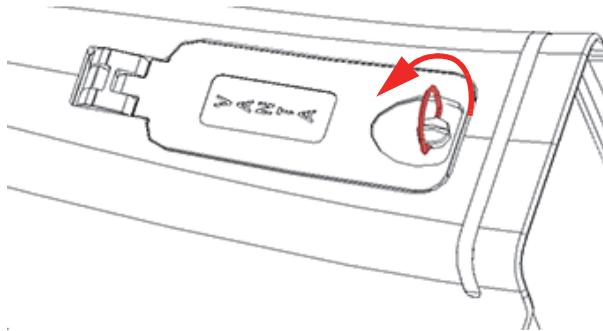

Figura 3-1 Sblocco dello sportellino
1. Sollevare l'anello dello sportellino e ruotarlo in senso orario fino a quando lo sportellino si sblocca (vedere Figura 3-1 a pagina 52).